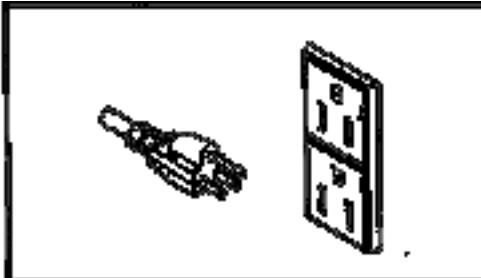

Fig. 5
- Toujours utiliser des câbles munis d'un conducteur de protection ou d'un raccord de sécurité à la terre. Utiliser des fiches de type « Schuko » ou, à défaut, toujours utiliser des fiches munies d'une liaison pour la terre pour le câble (fig. 5 et 6).
Brancher le câble d'alimentation principal dans la prise d'alimentation correspondante (fig. 5, 6).